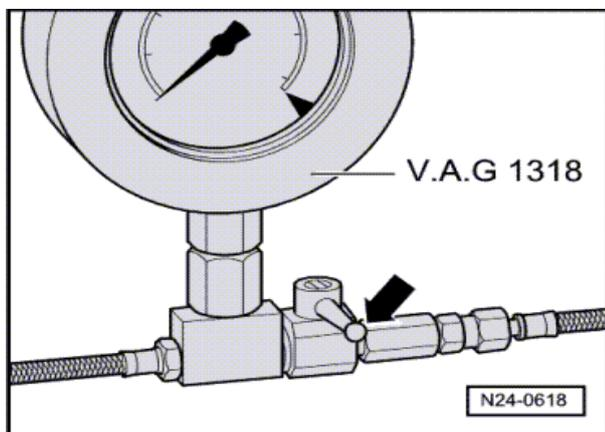

Fig.3 Manómetro con llave de control de paso, cerrada.
-Si se logra el valor de presión al apagar el motor verifica la presión de retención del sistema, observa la caída de presión en el manómetro; durante diez minutos debe permanecer una presión mínima de 3.0 bares. Si en ese tiempo la presión cae por debajo de 3.0 bar vuelve a arrancar el motor y una vez alcanzada la presión principal, al mismo tiempo que apagas el motor cierra la llave de control de paso del manómetro (flecha fig. 3).